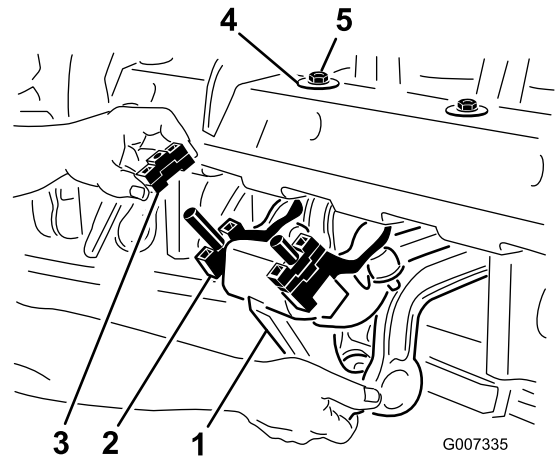

Figura 26
1. Retire as 2 porcas de bloqueio (½ pol.) que fixam o conjunto de amortecedor rotalink no lado inferior da estrutura da cabeça de perfuração (Figura 26).
2. Baixe o conjunto do amortecedor para expor os espaçadores (Figura 26).
4. Monte o conjunto do amortecedor novamente na estrutura da cabeça de perfuração. Certifique-se de que a anilha em D é colocada na estrutura da cabeça de perfuração, conforme indicado na Figura 26. Fixe as 2 porcas de bloqueio.